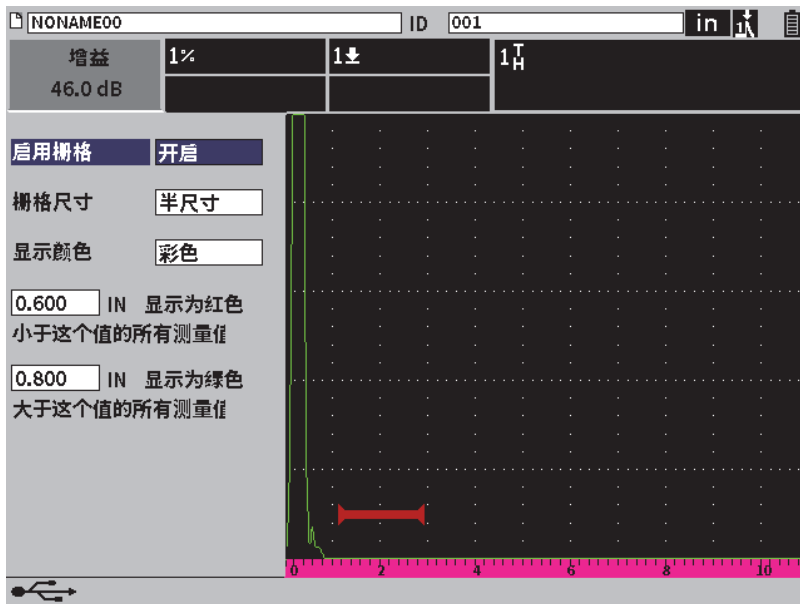

图 9-25 栅格对话框
4. 按确定键，打开栅格对话框（参见第 144 页的图 9-25）。